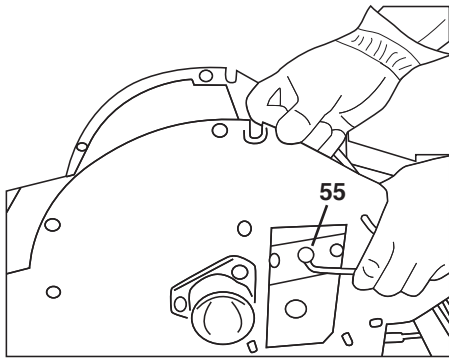

Figure 46
- Desserrer les deux vis à tête conique (55) (SW 5) sur le contre-couteau et enlever le couteau (voir « Figure 46 »).